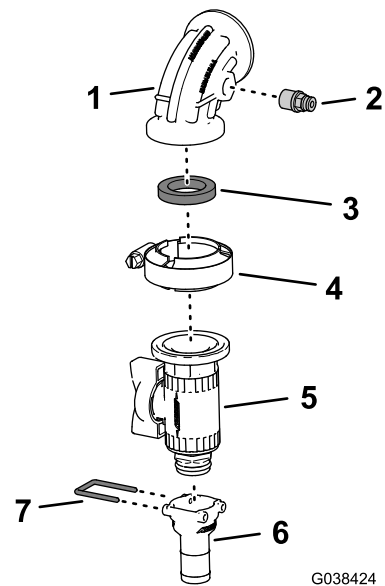

Figura 88
3. Rimuovete il fermo che fissa il raccordo diritto dentellato ($\frac{3}{4}$ ") alla valvola di intercettazione flangiata e rimuovete il raccordo dentellato (Figura 88).
4. Montate l'accoppiatore per tubo che avete rimosso nel passaggio 2 nel foro di pressione del gomito a 90° (Figura 88).
5. Montate la valvola di intercettazione flangiata sul gomito a 90° (con foro di pressione) e una guarnizione (1" x 1 $\frac{3}{8}$ ") con il morsetto flangiato (40 - 64 mm), come illustrato nella Figura 88.